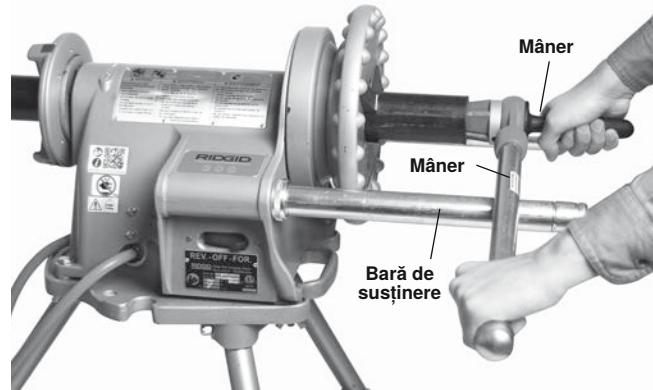

Figura 16 - Sanfrenare țeavă cu alezor manual (mențineți mânerul alezorului în contact cu bara de susținere)
- Introduceți alezorul în capătul țevii, așa cum se arată în Figura 16. Sprijiniți mânerul alezorului pe bara de susținere pe partea comutatorului și țineți mânerul alezorului cu mâna dreaptă.